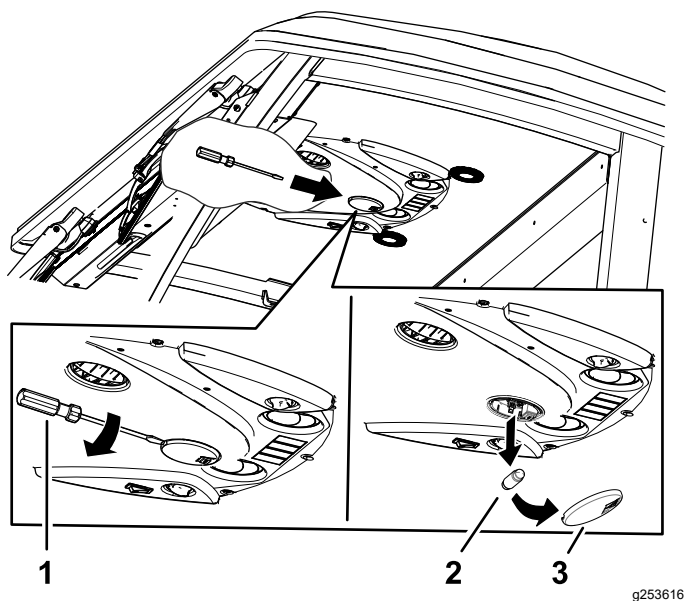

Bild 88
1. Verwenden Sie einen Schraubendreher, um die Lichtscheibe vom Bedienfeld zu entfernen (**Bild 88**).
2. Entfernen Sie das Leuchtmittel aus der Fassung (**Bild 88**).